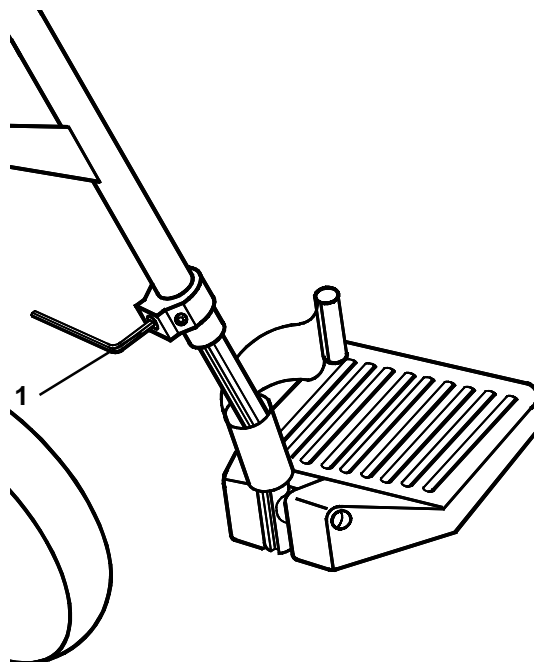

Fig. 24
Pour régler la hauteur des palettes (Fig. 24), desserrer la vis (1), placée comme indiqué, avec une clef Allen de 4 mm et régler la hauteur de la palette à la position requise. Serrer avec une clef Allen. Serrer jusqu'à 5-8Nm.